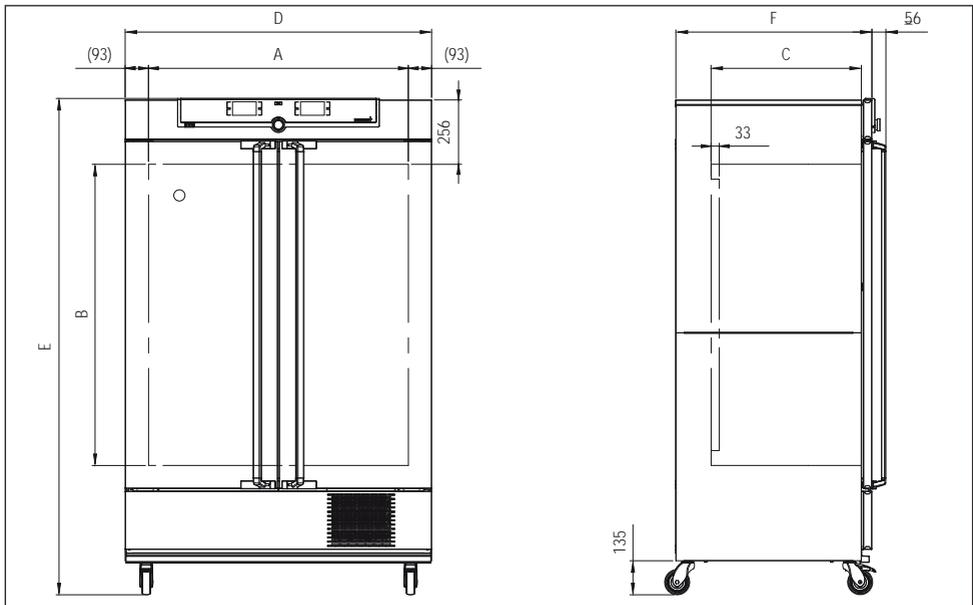

Fig. 7 Dimensiones
* Véase la fig. 7 en la página 14.